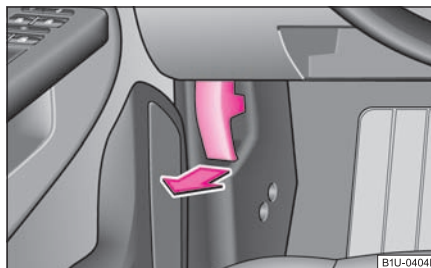

Fig. 14 Maneta de deblocare a capotei motorului
- Trageți maneta de deblocare de sub bord, pe partea conducătorului ⇒ fig. 14.